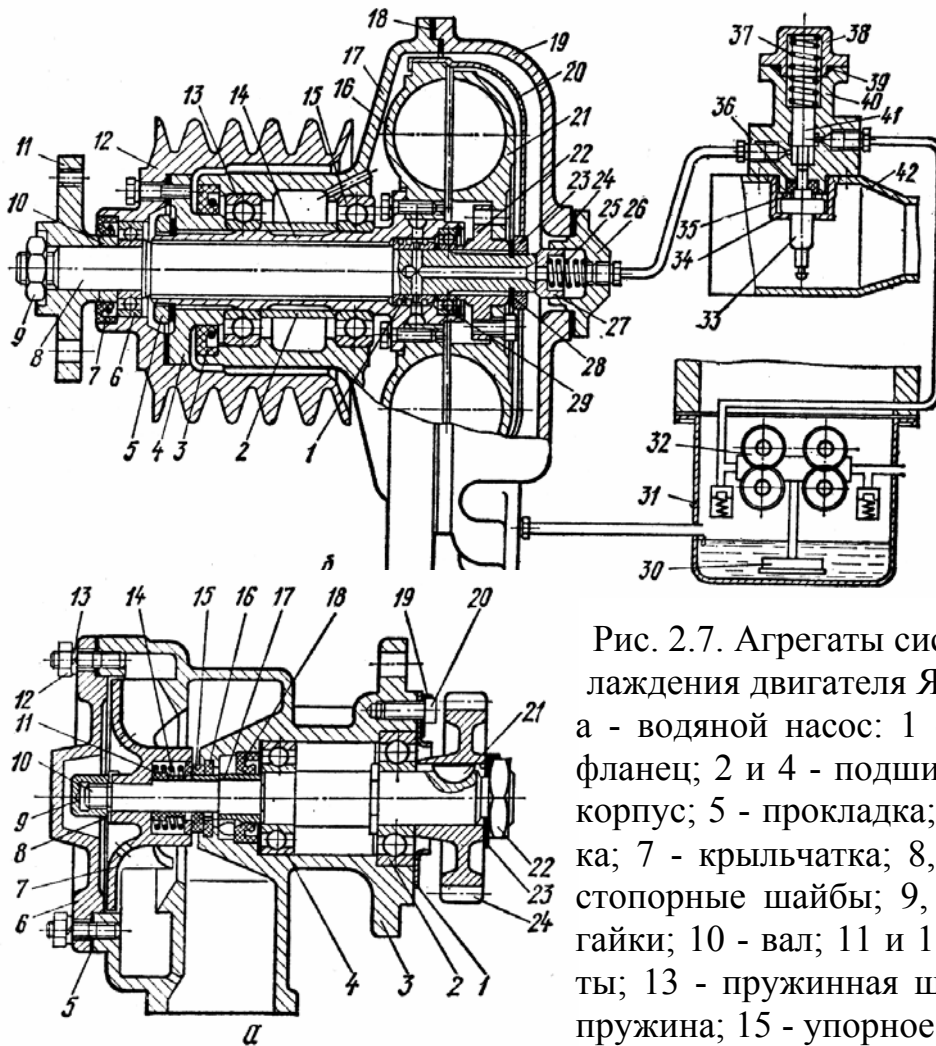

Рис. 2.7. Агрегаты системы охлаждения двигателя ЯМЗ-240Б:
5. Изучите работу гидромуфты (рис. 2.7). Она представляет собой два лопастных колеса - насосное (ведущее) 16 и турбинное (ведомое) 21. Насосное колесо через шкив 12 и ремни связано с коленчатым валом. Если между лопастями колес имеется масло, то насосное колесо разгоняет масло с большой скоростью и направляет его на лопасти турбинного колеса. Энергия скоростного напора масла заставляет вращаться турбинное колесо. Масло подается в полость гидромуфты из смазочной системы двигателя через автоматический выключатель, проходит по трубке к торцовому уплотнению, сверлениям вала 8 и втулке 1. Из полости гидромуфты масло сливается в поддон.